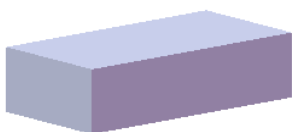
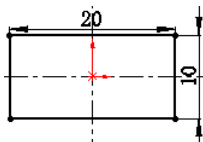

图 17.12.3 凸台—拉伸 1
图 17.12.4 横断面草图
Step2. 创建图 17.12.3 所示的零件基础特征——凸台—拉伸 1。选择下拉菜单 **插入(I)** → **凸台/基体(B)** → **拉伸(E)...** 命令；选取前视基准面作为草图平面，绘制图 17.12.4 所示的横断面草图；采用系统默认的深度方向；在 **方向1** 区域的 下拉列表中选择 **给定深度** 选项，输入深度值 5.0。单击 按钮，完成凸台—拉伸 1 的创建。